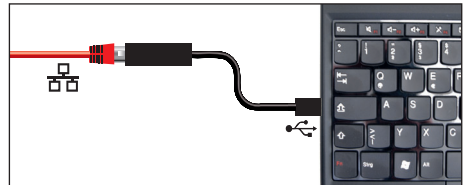

Fig. 7 Convertidor Ethernet-USB
- ▶ Convertidor Ethernet–USB (Fig. 7). Esta pieza permite conectar la conexión Ethernet del equipo (véase la página 12) con la conexión USB de un PC/ordenador portátil.